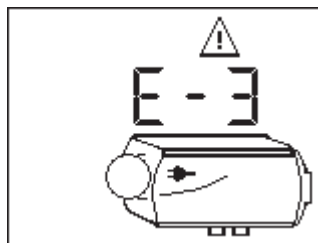

рис.3
9. Сигнал тревоги о неисправности (рис.3)
На дисплее (рис.3) мигает соответствующий символ неисправности, а также значок неисправного устройства. Отображаемые данные являются кодом неисправности; пожалуйста, ознакомьтесь с таблицей неисправностей, чтобы узнать значение кода.